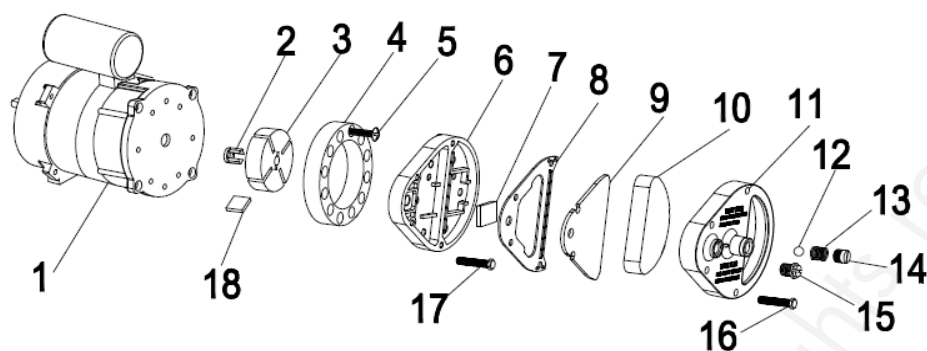

Figure 3
Nettoyez les filtres à air. Enlevez le couvercle à l'extrémité du filtre (11), lavez le filtre d'entrée d'air (10) avec un détergent doux et faites-le sécher complètement avant de le réinstaller. Remplacez le filtre d'alimentation en air (9) une fois par an (figure 3).